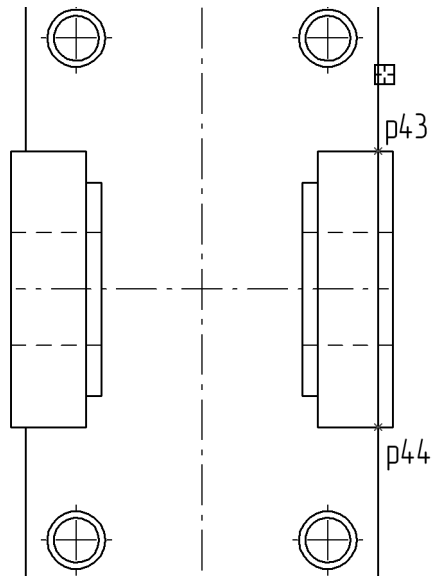

Рис. 51.91.
5. Укажите курсором вертикальный отрезок в любой его точке (рис. 51.91), затем укажите точки p43 и p44 — начало и конец участка усечения.